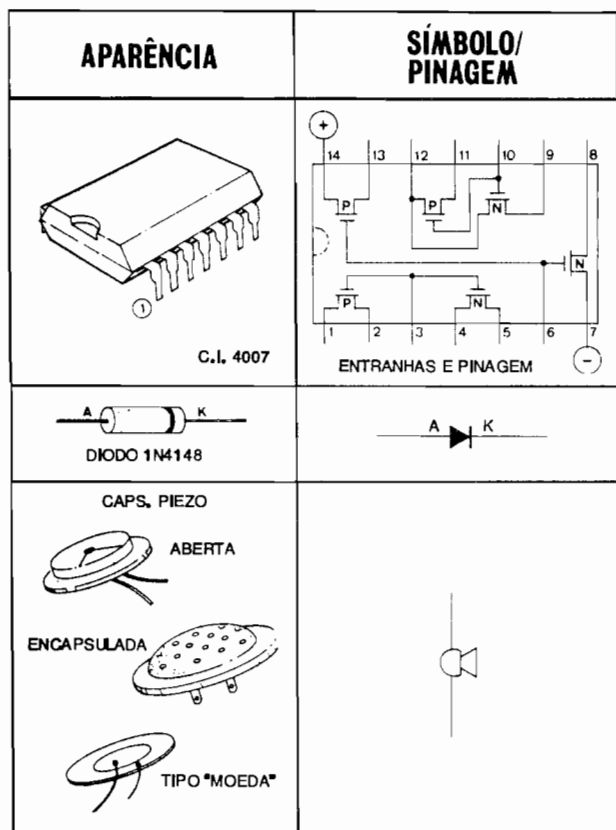

FIG. 2
- FIG. 2 - PRINCIPAIS COMPONENTES DA MONTAGEM - Sem mencionar os resistores e capacitor (demasiado comuns para - no atual estágio do nosso “Curso” - merecer maiores detalhamentos...), as principais peças do circuito são vistas na figura, em suas aparências, símbolos e pinagens, de modo a facilitar ao máximo o entendimento - principalmente pelos “Alunos” que só agora estão chegando à “Escola”... O Integrado 4007 tem 14 pinos, cuja numeração/contagem, com a peça vista por cima, “pelas costas”, é feita em sentido anti-horário, a partir da extremidade marcada por um pequeno chanfro, resalto ou ponto (pintado ou em relevo). O diodo tem seu terminal de **catodo** indicado por uma faixa ou anel em cor contrastante, sobre a correspondente extremidade... Finalmente, quanto à cápsula piezo (um componente **não polarizado**, ao contrário do Integrado e diodo...) pode ser encontrada (e utilizada no circuito, sem problemas...) nos três “modelos” estilizados: aberta, encapsulada ou tipo “moeda” (ou “pastilha”)... O tipo encapsulado, embora um pouco mais caro do que os outros, promove um melhor rendimento sonoro, embora a aberta e a “moeda” também sirvam, para as aplicações despretensiosas do **TIC-TAC PERPÉTUO**...
- 1 - Cápsula piezo (transdutor "de cristal") de qualquer dos tipos ilustrados na FIG. 2